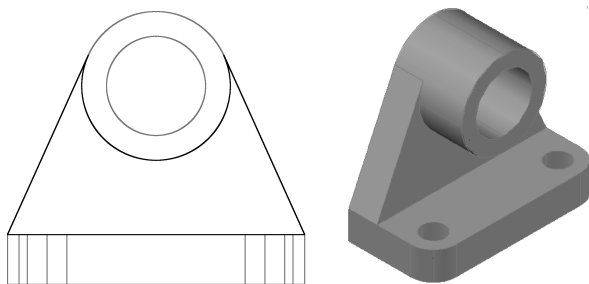

图 9-25 生成侧板
9) 在功能区单击“常用”选项卡→“建模”面板→“拉伸”按钮, 将所绘制的侧板轮廓进行拉伸, 拉伸高度为 20, 并利用“移动”命令将其移动到适当位置, 如图 9-25 所示。